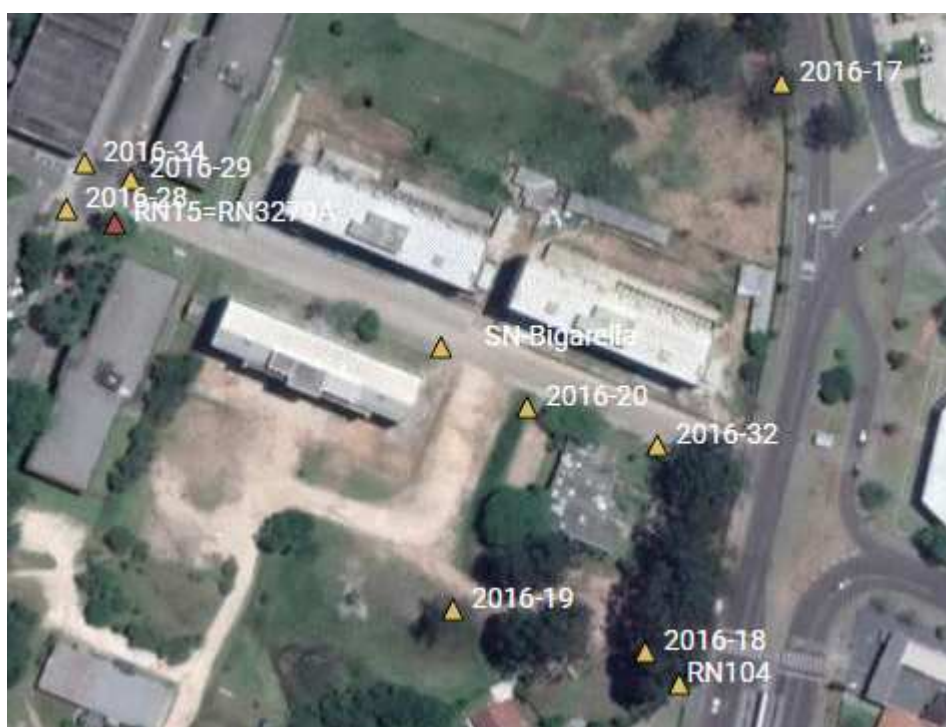

Figura 1 – Distribuição dos pontos a serem utilizados em Topografia II (Fonte: Wandresen et al. (2018))
- Na RN a mira deve ser posicionada sobre a chapa de identificação da mesma (figura 1)